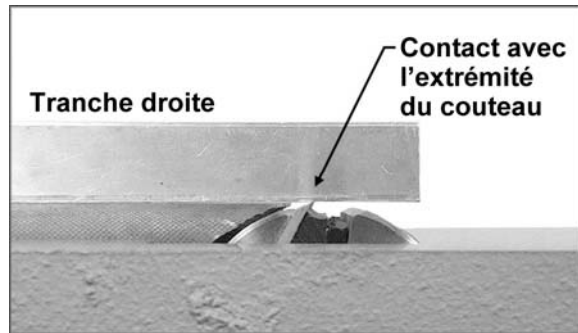

Figure 24
5. Abaissez la table de sortie jusqu'à ce que la règle plate graduée touche le couteau, comme illustré sur la Figure 24. à l'aide de la courroie de transmission, faites basculer légèrement la tête de la découpeuse pour vous assurer que le sommet du couteau touche la règle.